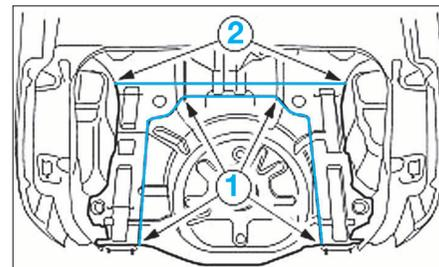
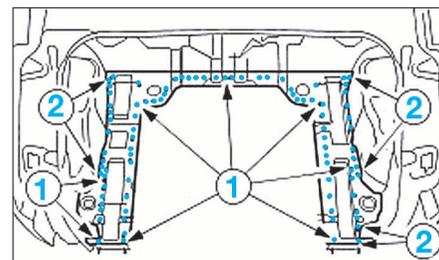

FIG. 109
FIG. 110
- Couper le panier de roue de secours grossièrement (1) (Fig.109).
- Couper de façon rectiligne le plancher (2).
- Dépointer les points (1) et (2) (Fig.110).